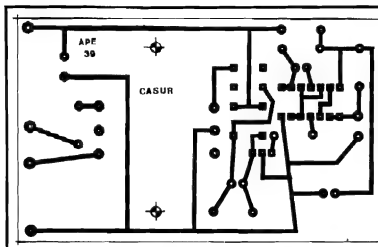

Fig. 2
- FIG. 2 - O CIRCUITO IMPRESSO ESPECÍFICO - Para que tudo fique bem compacto, optamos por "leiautar" o Circuito Impresso específico incluindo a colocação do transformador sobre a própria placa... Com isso, os mesmos parafusos usados para fixação das "orelhas" do dito trafo, também servirão como fixadores gerais da placa junto à caixa, dando bastante solidez ao conjunto... Quanto ao Impresso, seu diagrama é simples, não muito "amontoadado", visto em escala 1:1 na figura... Os maiores cuidados que o Leitor/Hobbysta deverá ter referem-se ao desenho (traçagem), corrosão e furação da região compreendida pelas ilhas destinadas à recepção das "perninhas" do Integrado (inevitavelmente próximas umas das outras... No mais, tudo